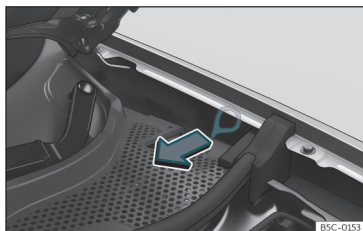

Fig. 205 Entre la aleta izquierda y la bisagra del capó del motor: Tirador para el desbloqueo manual de emergencia del conector de carga.
El tirador para el desbloqueo manual de emergencia se encuentra en el lado izquierdo del habitáculo delantero, encima de la toma de carga »»» **fig. 205**.
- Tire del tirador »»» **fig. 205**.